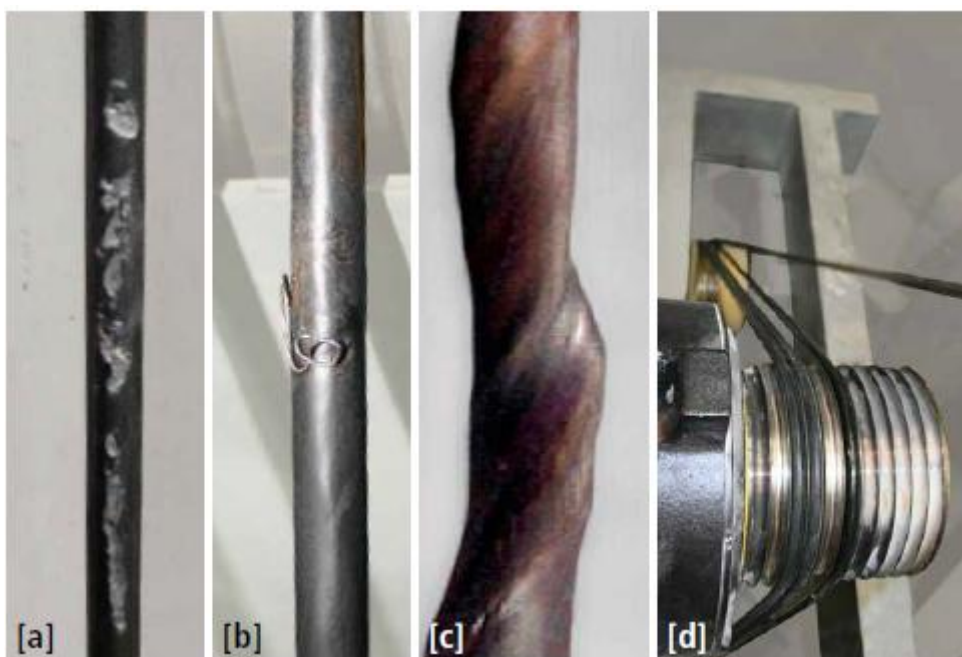

Bild 1a-d. Exempel på onormalt slitage och skador på linor.
5. Skador på plasthöljet, in till stålkärnan: Hål, skärskador, sprickor och andra skador, påskyndar nedbrytningen av linan. (Se exempel Bild 1a.)